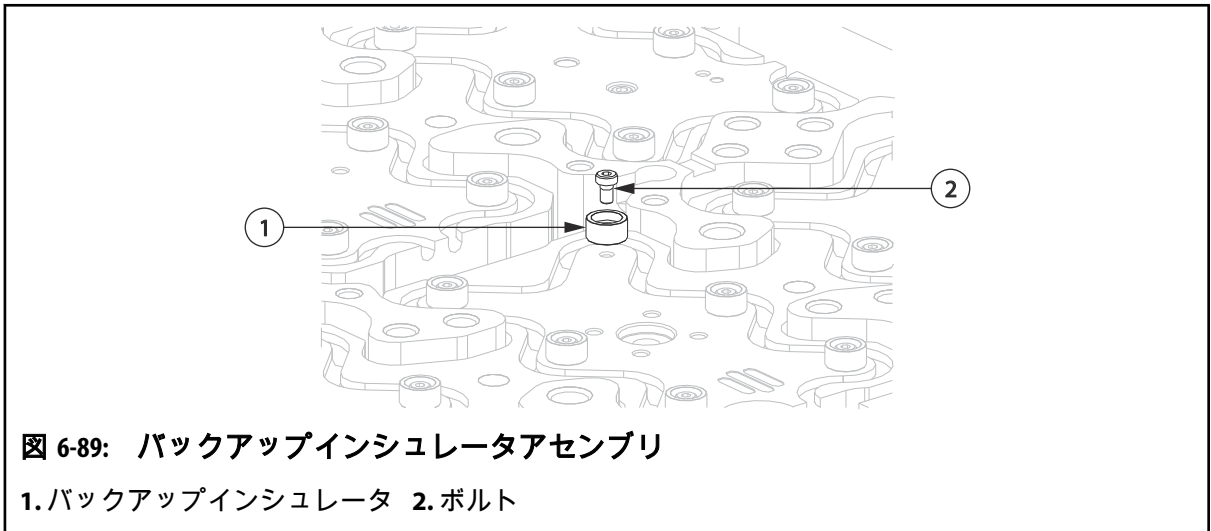

図 6-89: バックアップインシュレータアセンブリ
9. マニホールにバックアップインシュレータを取り付けます。詳細については、図 6-89を参照してください。